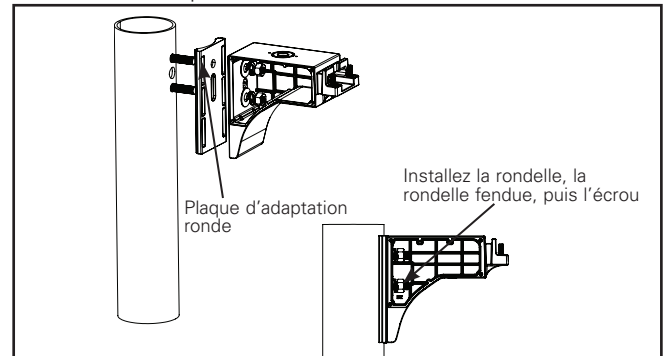

Figure 8.
2. Alignez le trou supérieur du bras de montage sur poteau au trou supérieur dans le poteau. Alignez la fente de montage sur poteau au trou inférieur du poteau (figure 8).
- Depuis l'intérieur du poteau, insérez les boulons dans le poteau, l'adaptateur (le cas échéant), le bras de montage sur poteau, les rondelles et les rondelles fendues (figure 8).